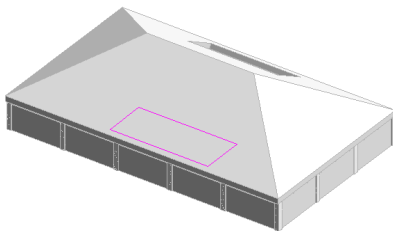

图 12-39 绘制洞口边界
(3) 单击“绘制”面板中的“矩形”按钮，在屋顶上绘制一个矩形边界，如图 12-39 所示。也可以利用其他绘制工具绘制任意形状的洞口。